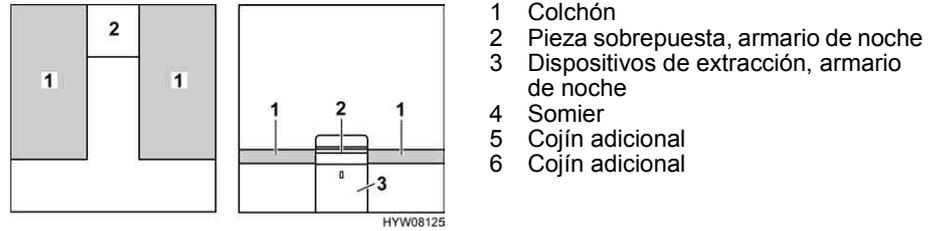

Fig. 87 Antes de la transformación
- Quitar la pieza sobrepuesta del armario de noche (Fig. 87,2) y depositarla a un lado.